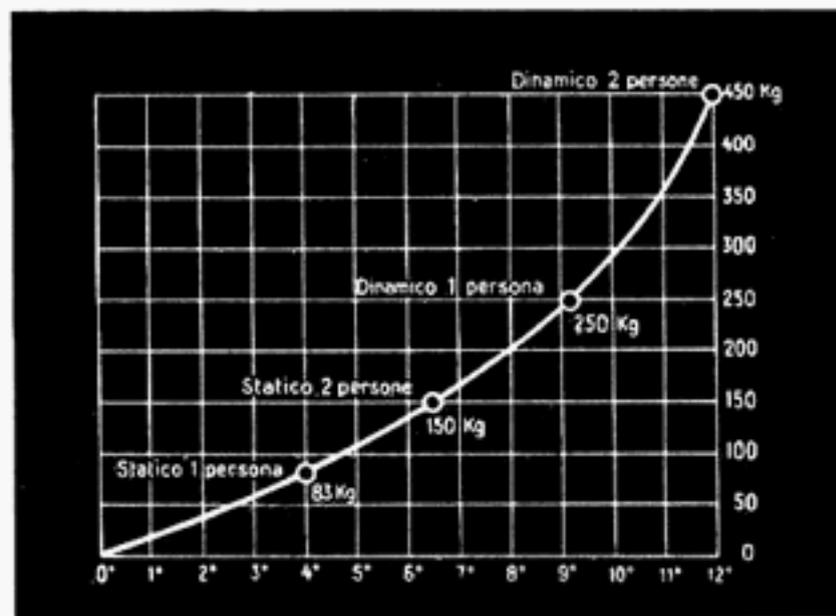

Fig. 12
grassatore sito nella parte inferiore dell'alloggiamento stesso. Questo è costruito in ghisa malleabile e saldato alla struttura del telaio; alla sua estremità destra (per chi guarda dall'alto la macchina nel senso del moto) è vincolata, mediante innesto dentato, la barra di torsione (9) costruita in materiale speciale e calcolata, come si può vedere nel grafico fig. 12, per ottenere l'indurimento progressivo della sospensione posteriore in dipendenza dell'ampia escursione angolare del braccio oscillante (7) innestato all'estremità sinistra della barra di torsione stessa.
La candela (fig. 12), avvitata sulla testa del cilindro, è collegata con un cavo elettrico convenientemente isolato alla sorgente di energia elettrica di cui la macchina è provvista. La candela fornisce, all'istante comandato automaticamente, la scintilla per l'accensione della miscela combustibile che si trova quasi alla fine della sua compressione nella camera di combustione.